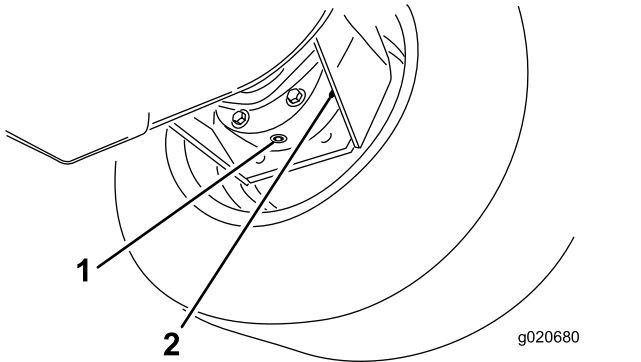

Bild 89
3. Stellen Sie ein Auffanggefäß unter das Bremsgehäuse, entfernen die Verschlusschraube und lassen das Öl ablaufen (Bild 89).